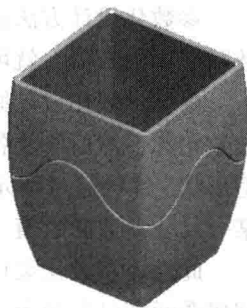

图 1-6 笔筒模型
2. 选取菜单命令【文件】/【打开】打开教学资源文件“第 1 章\素材\pen_box.prt”，这是一个笔筒模型，如图 1-6 所示。